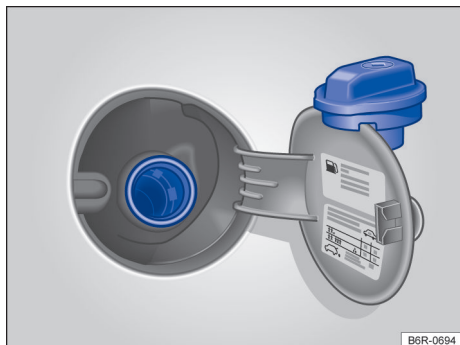

Fig. 104 Portinhola do tanque de combustível aberta com a tampa do tanque de combustível pendurada.
- Girar a tampa do tanque no sentido anti-horário e pendurá-la em cima da portinhola do tanque de combustível → Fig. 104.